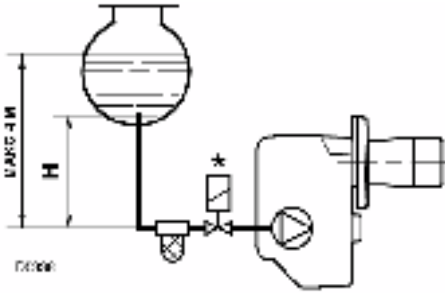

Рис. 7
- Насос предназначен для двухтрубной схемы. Если вы хотите сделать однострубную схему, необходимо вывинтить гайку обратного трубопровода (2), отвинтить винт байпаса (3) и потом снова закрутить гайку (2) (Смотри рисунок 7).